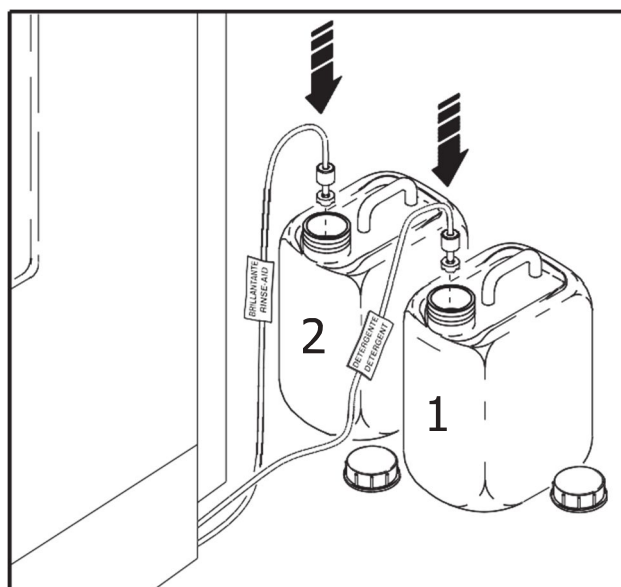

Fig. 22
- *Contrôler le niveau de liquide de rinçage et de lessive dans le réservoir externe, et le remplacer le cas échéant (fig.22).*